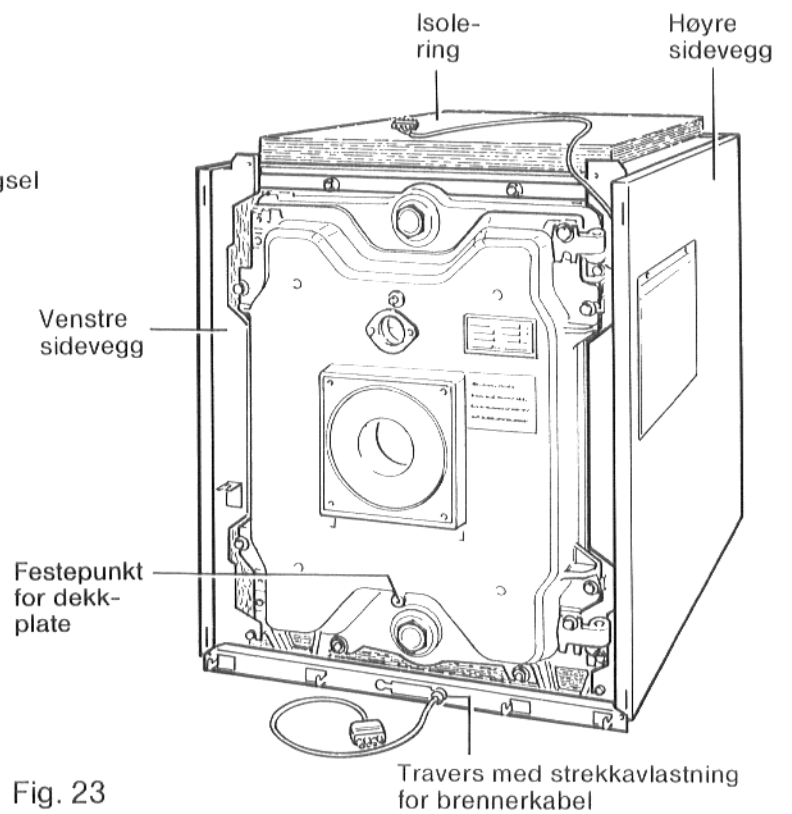

Fig. 23
**Brennerkabelen** stikkes gjennom hull i nedre travers og sterkkavlastningen trykkes på plass i utsparingen. Kontroller at strekkavlastningen fungerer tilfredsstillende. Dersom den ikke fungerer, festes kabelen ved å stramme til den sorte kunststoffmutteren. Kabelen skyves inn i kabelbrønn på sideveggen. Videre kabelføring se fig. 23.
**Isolasjonsmatte** legges på kjelen med utsparing for målepunkt bakover (fig. 23 og 25).
Ved to-trinns brennere må en ekstra brennerkabel monteres på samme måte som den første, men på motsatt side. (Se side 20, fig. 23 og side 21).